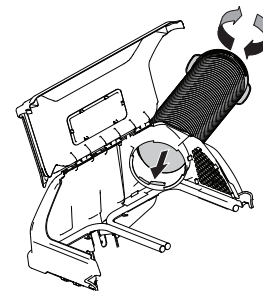

Figura 23
1. Enrosque el extremo superior de la manguera firmemente en el soporte del canal superior. Hay dos lengüetas en la parte interna inferior del soporte del canal superior para permitir que se enrosque firmemente. Consulte la Figura 23.